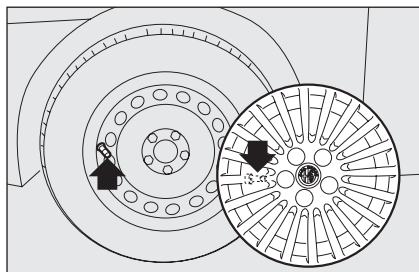

fig. 12
- ☐ posizionare la coppa ruota sul cerchio della ruota facendo coincidere il simbolo stampigliato all'interno della coppa, con la valvola di gonfiaggio **fig. 12**;